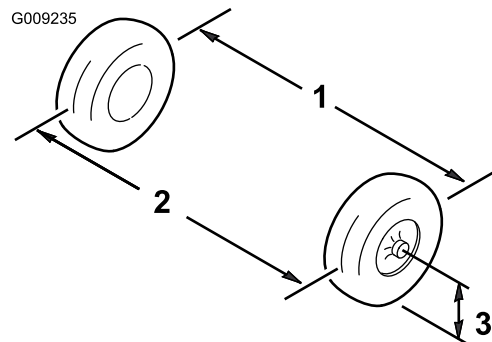

図 34
6. 前輪の前と後ろで、左右のタイヤの中央線間距離を測る計測はアクスルの高さで行う(図 34)。